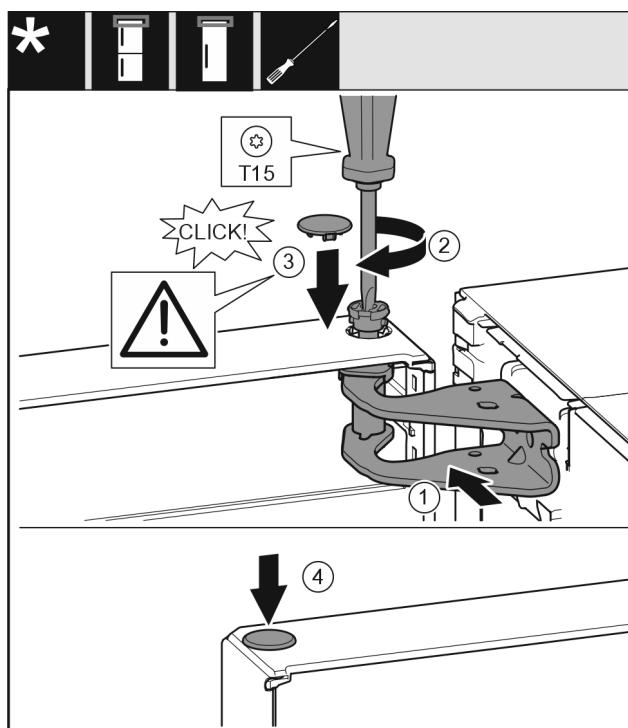

Fig. 21
- ▶ Niveloni derën lart në bazamentin mbështetës përfutjen e saj. Fig. 21 (1)
- ▶ Futni bulonin Fig. 21 (2) dhe mbërthejeni me një kaçavidë.
- ▶ Montoni kapakun mbulues të siguresës Fig. 21 (3) përsigurimin e derës: Vendosni kapakun mbulues të siguresës dhe kontrolloni nëse ai puthitet te dera. Nëse jo, futeni bulonin plotësisht.
- ▶ Vendosni tapën Fig. 21 (4) në vend.